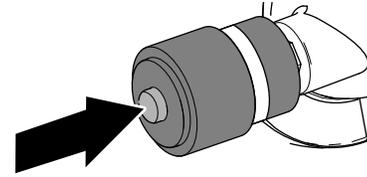

Figura 111
1. Si se muestra una banda roja en el indicador de mantenimiento, pulse el botón de reinicio situado al final del indicador (Figura 111).